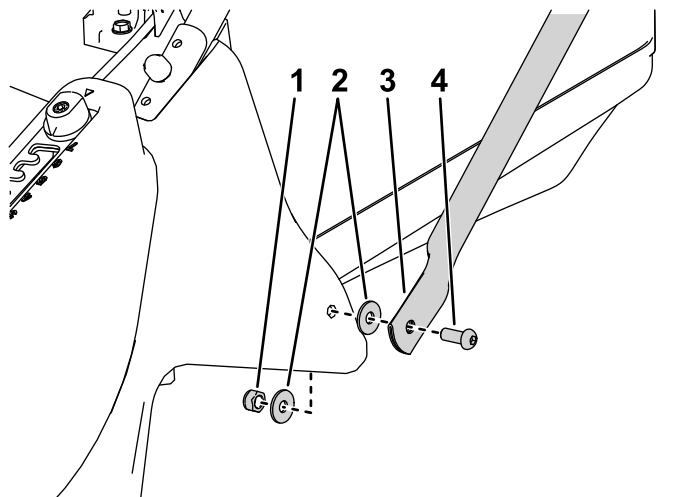

Figura 5
3. Instale la parte inferior de los manillares de tirante a cada lado de la carcasa de la segadora con un perno corto, arandelas planas en el interior y en el exterior de la carcasa y una contratuerca (Figura 5).